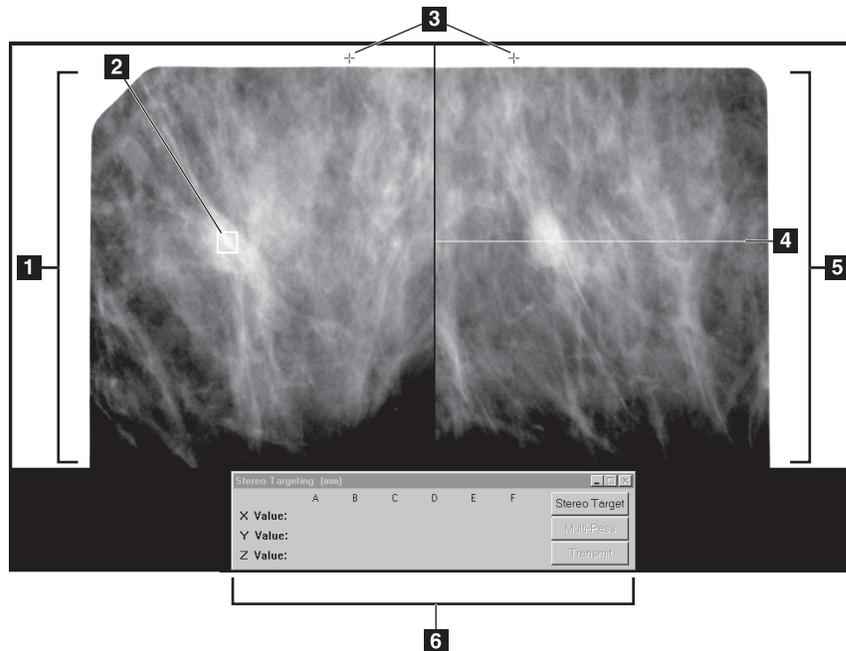

Figura 5-7: Enfoque de la lesión
#### Leyenda para la Figura 5-7
1. Coloque el símbolo de enfoque sobre la lesión en cualquiera de las imágenes (Figura 5-7).